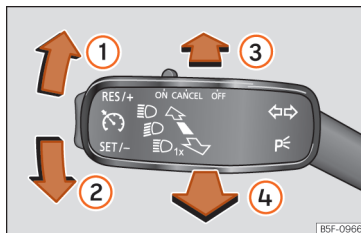

Abb. 95 Blinker- und Fernlichthebel.
- Drücken Sie den Blinker- und Fernlichthebel aus der Ausgangsstellung nach vorne  **Abb. 95** .
- **ODER:** Ziehen Sie bei eingeschaltetem Fernlicht den Blinker- und Fernlichthebel nach hinten »» **Abb. 95 4.**